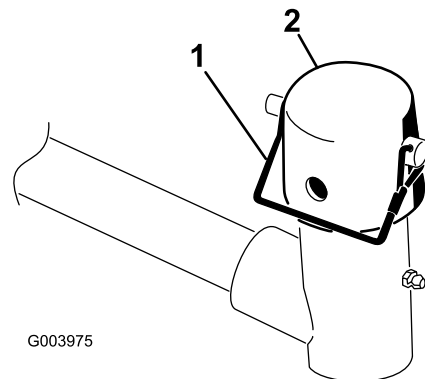

Figure 4
3. Sur le bras de levage de chaque unité de coupe, retirez la goupille à anneau qui fixe le capuchon sur la chape de pivot du bras et déposez le chapeau (Figure 4).